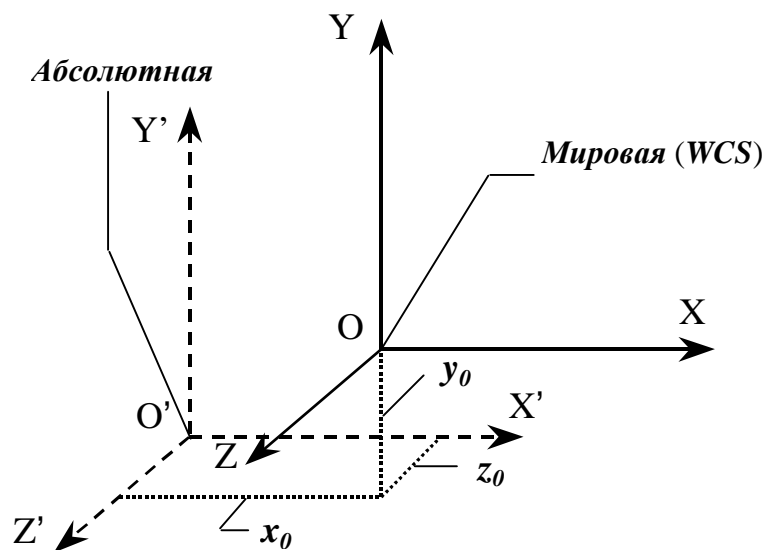

Рис. 167 Положение начала отсчета ( $x_0, y_0, z_0$ ) **Мировой** системы координат
**Мировые координаты** – это координаты точки относительно начала **Мировой** системы координат. Положение начала отсчета ( $x_0, y_0, z_0$ ) такой координатной системы задается пользователем (рис. 167).